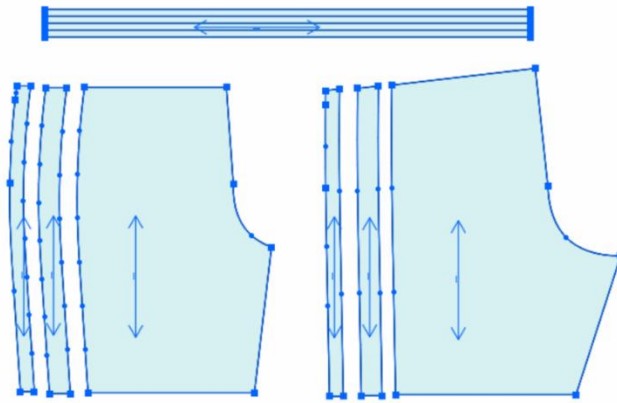

图 4-2-22 运动短裤 2D 制板
(5) 用“ (剪断线)”和“ (移动)”工具将前、后片及侧缝拼接条分离。
(6) 用“ (剪刀)”工具将各裁片裁剪为纸样裁片，鼠标右键转换为“拾取辅助线”工具，将腰头松紧定位线拾取为内部线；用“ (布纹线)”工具调整各裁片布纹方向，完成运动短裤制板，如图 4-2-22 所示。
(7) 通过菜单“文档→输出 ASTM 文件”输出另存为“运动短裤.dxf”格式文件，方便与 3D 试衣软件系统对接。